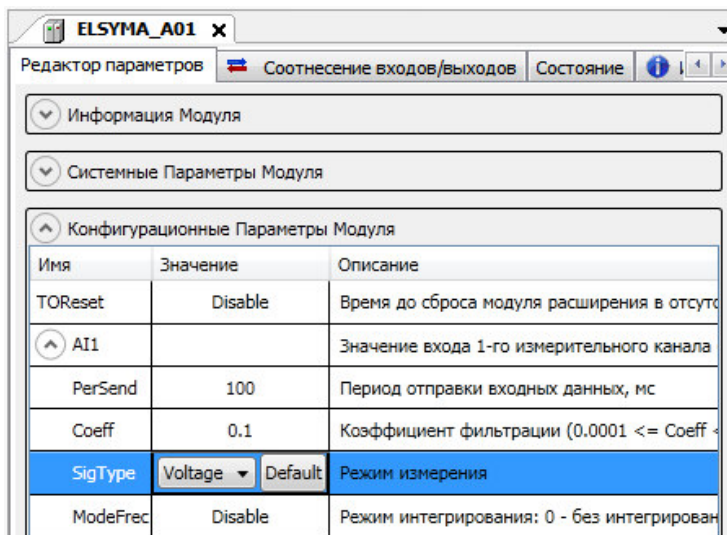

Рисунок 3.11 – Редактор параметров *ELSYMA\_A01*. Конфигурационный параметр *SigType*
11. В дереве устройств найти узел **ELSYMA\_A01** и открыть, дважды нажав левую кнопку «мыши». В закладке *Редактор параметров* во вкладке *Конфигурационные параметры модуля* установить значение режима измерения *SigType* для канала *AI1 – Voltage* (рисунок 3.11).